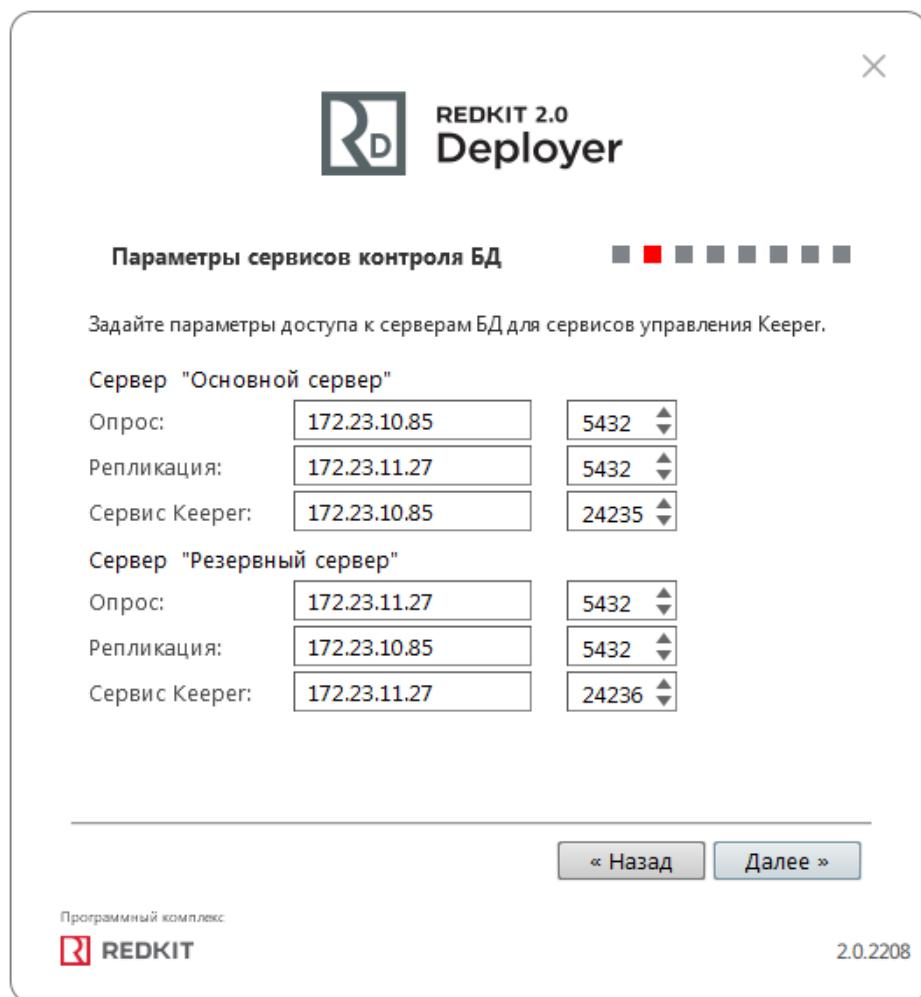

Рисунок 14 - Параметры сервисов контроля БД
6. Оставьте параметры сервисов контроля БД по умолчанию и нажмите **Далее** (Рисунок 14). Описание параметров сервисов контроля БД представлено в Таблице 3.